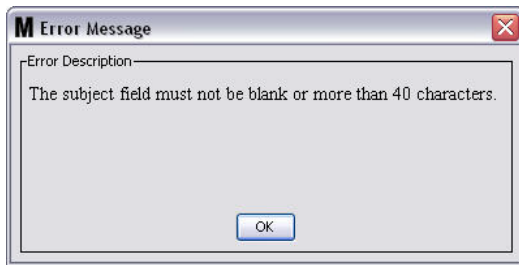

图 143
- **主题：** 标明发送电子邮件的原因。您必须提供一个主题。如果您没有提供主题就单击“确定”按钮，将弹出图 143 中所示的错误信息。